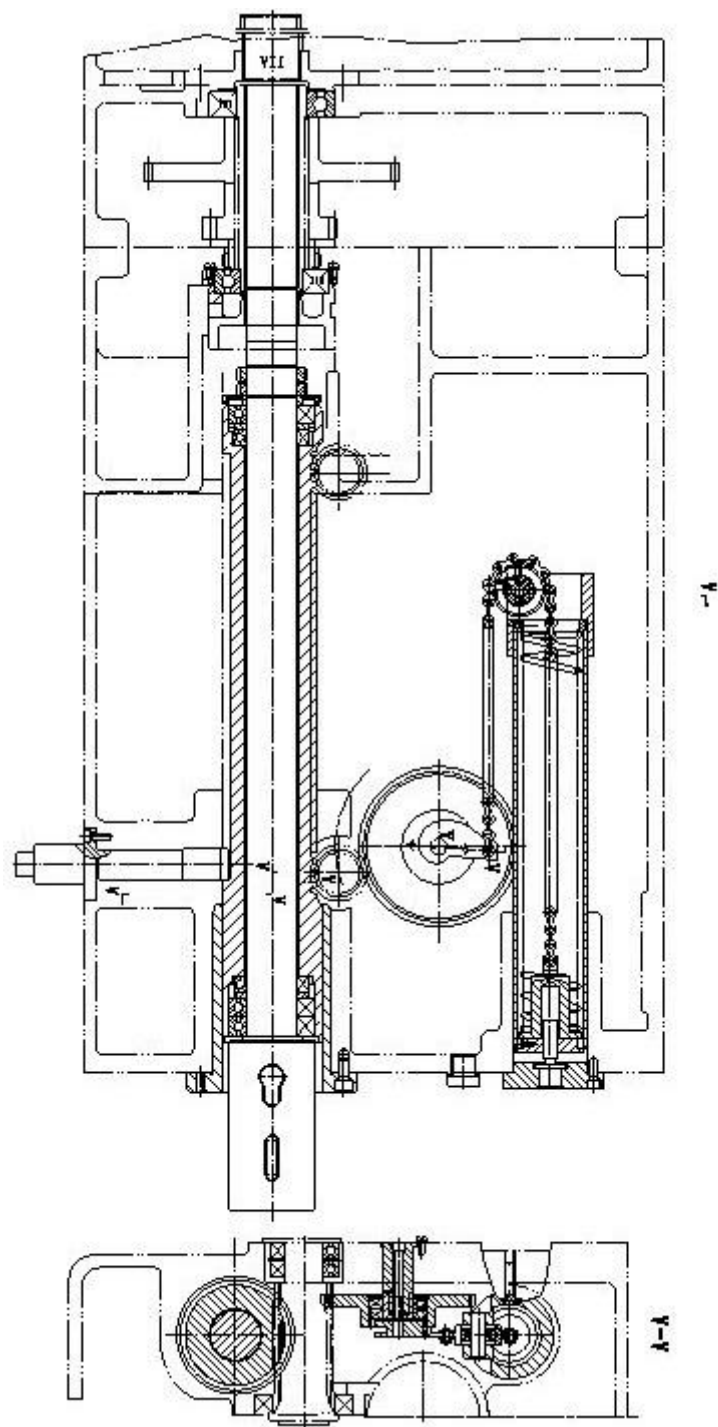

Рисунок 10-8 Механизм уравнивания шпинделя
(4) Регулировка силы уравнивания шпинделя (Рисунок 10-8)